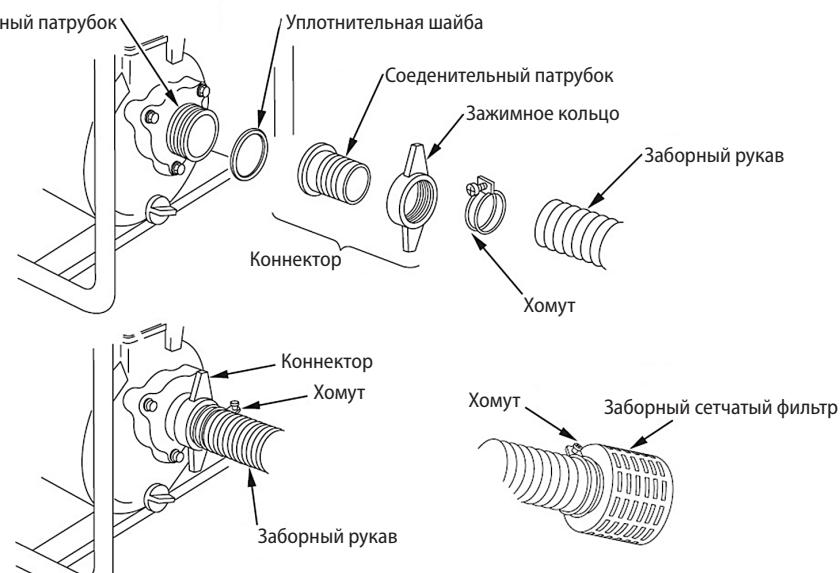

Рисунок 4
- Подсоедините заборный сетчатый фильтр к заборному шлангу при помощи хомута (рисунок 4).